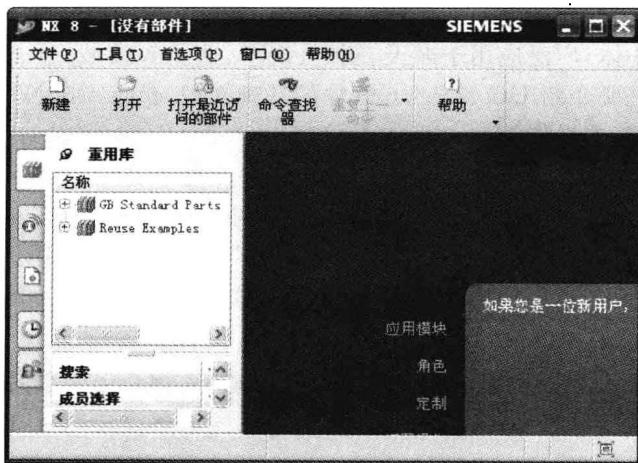
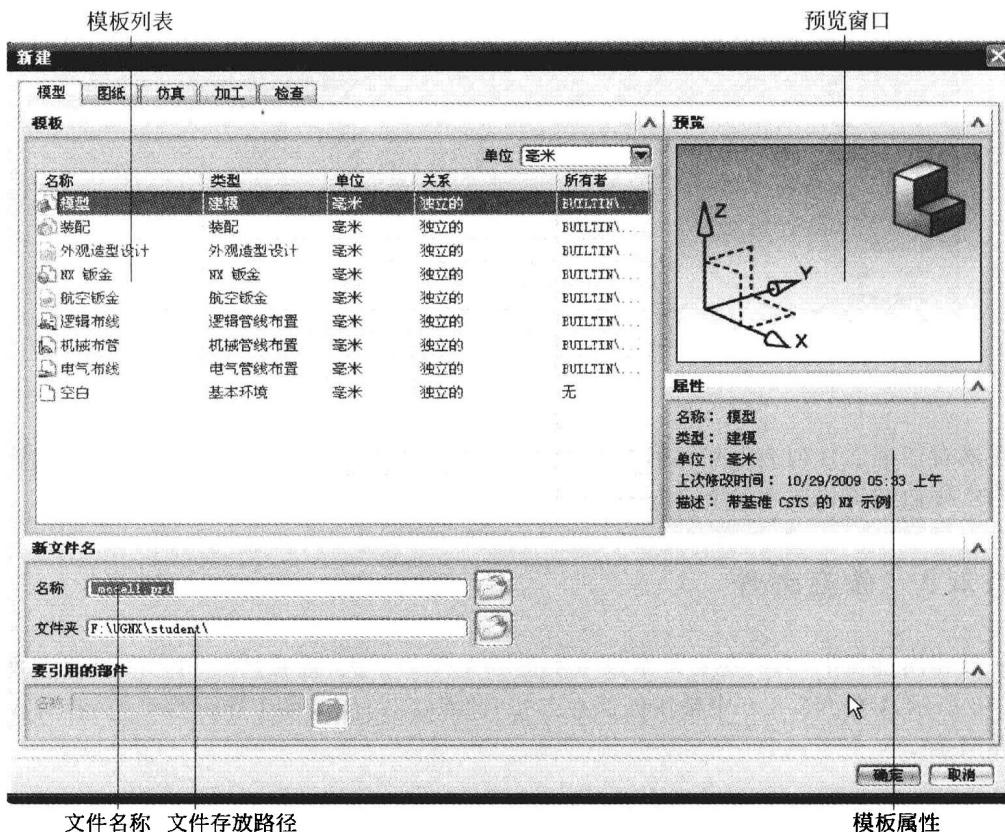

图 1-2 UG NX 8.0 中文版启动界面
图 1-4 “新建”对话框
- (1) 双击桌面上 UG NX 8.0 的快捷方式图标, 便可启动 UG NX 8.0 中文版。
- (2) 执行“开始”|“所有程序”|UG NX 8.0.0|UG NX 8.0.0 命令, 启动 UG NX 8.0 中文版。UG NX 8.0 中文版启动界面如图 1-2 所示。
(1) 如图 1-2 所示启动 UG NX 8.0 软件后,单击对话框左上角的“新建”图标,将弹出如图 1-4 所示的对话框。